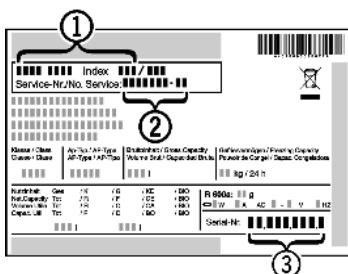

Fig. 17
- Обратитесь в сервисную службу и сообщите вид неисправности, наименование устройства *Fig. 17 (1)*, сервисный № *Fig. 17 (2)* и серийный № *Fig. 17 (3)*.